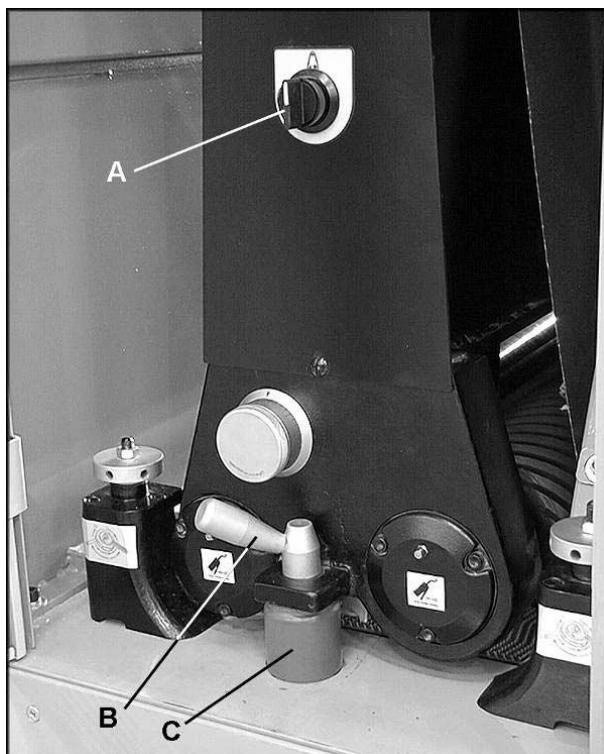

Рисунок 3
2. Установите переключатель воздушного клапана (A, Рисунок 3) в положение «Выкл.» (Off).
3. Удалите стопорный винт (B, Рис. 3), выкрутив его против часовой стрелки.
4. Снимите распорный блок (C, Рисунок 3).
8. Установите на место распорный блок (С, Рисунок 3) и стопорный винт (В, Рисунок 3), затяните стопорный винт, повернув его по часовой стрелке.
9. Поверните переключатель воздушного клапана (А, Рисунок 3) в положение «Вкл.» (ON), чтобы натянуть шлифовальную ленту.
1. Снимите стопорный винт (В, Рисунок 3) и распорный блок (С, Рисунок 3).